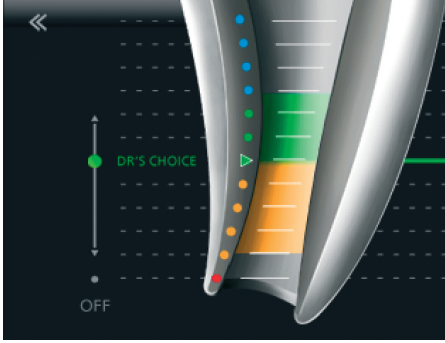

Fig. 23: Ajuste de DR'S CHOICE
• Así se puede ajustar esta línea apical variable en la posición deseada (por ejemplo, en la última barra verde) (Fig. 23).